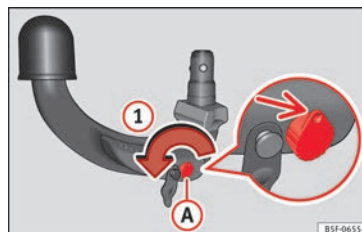

Fig. 221 Étape 1 :
- Tournez la clé dans le sens de la flèche ① jusqu'à ce que la partie trouée de la clé atteigne sa position supérieure » fig. 221.